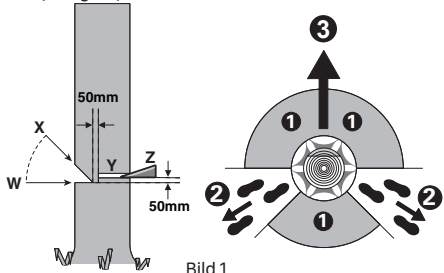

Bild 1
Vid sågning på sluttning ska kedjesågens användare stå ovanför det träd som fälls, eftersom det fällda trädet troligen kommer att rulla eller slira nedför sluttningen. Flyktvägen bör gå bakåt och diagonalt relativt den bakre delen av den förväntade fallriktningen, så som visas på bild 1.
Gör skäran till 1/3 djup av trädets diameter, vinkelrätt mot fallriktningen, så som visas på bild 1. Säg först det undre vågräta riktsskåret (W). Härvid undviks inklämning av sågkedja eller styrskena vid sågning av övre riktsskär (X).
Gör fällskåret minst 50 mm högre än det horisontella riktsskåret (Y), så som visas på bild 1. Fällskåret bör vara parallellt med riktsskåret. Gör fällskåret endast så djupt att en brytmån blir kvar (brytlist) som fungerar som ett gångjärn. Brytmånen hindrar trädet från att vrida sig och falla i fel riktning. Säg inte av brytmånen.